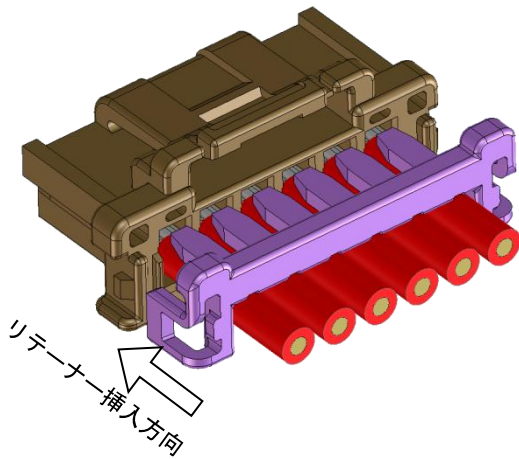
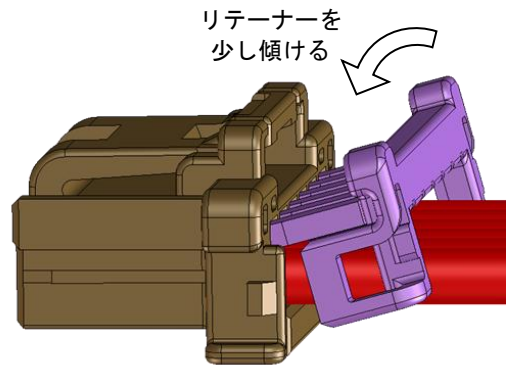

Fig.6-7
Fig.6-8
- ① ハウジング、リテーナーそれぞれの左右を挟むように、軽く持ってください。
- ② リテーナーをFig.6-7に示す方向から挿入してください。その際、電線に沿わせるようにすると、より挿入し易くなります (Fig.6-8)。